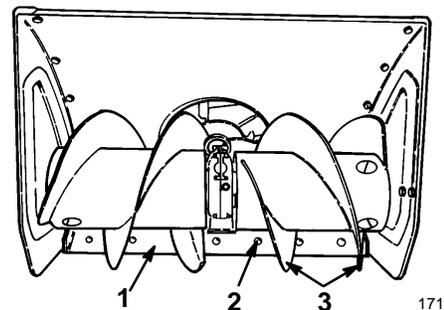

Abbildung 32
5. Die Schloßschrauben lösen, mit denen die Schürfleiste am Spindelgehäuse befestigt ist (Abb. 32).
6. Die Spindelmesser (Abb. 32) abstützen, so daß sich die Spindel 3–6 mm (1/8–1/4") über dem Untergrund befindet.